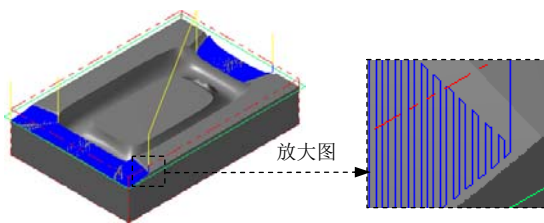

图 23.25 刀具路径
(1) 设置曲面参数。在 “曲面精加工平行铣削” 对话框中单击 **曲面参数** 选项卡, 然后在 **下刀位置 (F)** 文本框中输入值 0, 在 **预留量** (此处翻译有误, 应为 “加工面预留量”) 文本框中输入值 0。
(2) 设置精加工平行铣削参数。在 “曲面精加工平行铣削” 对话框中单击 **精加工平行铣削参数** 选项卡, 然后在 **切削间距 (M)** 文本框中输入值 0.25, 在 **加工方式** 文本框中输入值 135.0。
(3) 单击 **间隙设置 (G)...** 按钮, 系统弹出 “刀具路径的间隙设置” 对话框; 在 **位移小于允许间隙时, 不提刀** 区域的下拉列表中选择 **沿着曲面 (s)** 选项, 选中 ☒ **切削顺序最佳化** 复选框。单击 按钮, 系统返回至 “曲面精加工平行铣削” 对话框。
Step8. 单击 “曲面精加工平行铣削” 对话框中的 按钮, 此时在图形区生成图 23.25 所示的刀具路径。